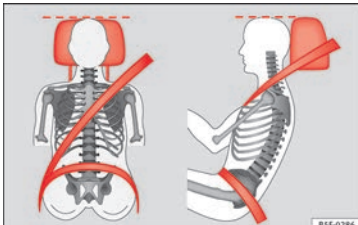

Bild 84 Korrekt inställt nackskydd sett framifrån och från sidan
- Ställ in nackskyddet, så långt det går, så att ovankanten är på samma nivå som huvudets övre del, eller åtminstone i ögonhöjd »» **bild 84**.